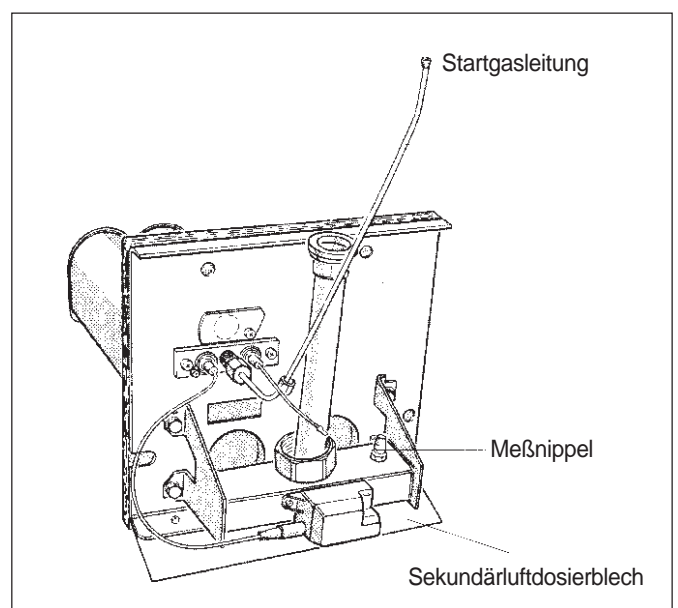

Abb. 34: Gasbrenner
- Sekundärluftdosierblech abschrauben und gegen neues austauschen (Abb. 34). Zur Unterscheidung: das Blech für Flüssiggas hat keine Umkantung!
- Verschlusschraube des Meßnippels am Gasverteilerrohr (Abb. 34) zwei Umdrehungen lösen und Meßschlauch des U-Rohr-Manometers aufstecken.